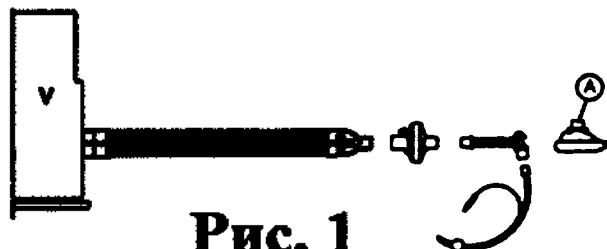

Рис. 1
g. Надувная маска (точка А на рис. 1) снабжена подушкой, регулирующей клапан давления. При необходимости присоедините к люэровскому адаптеру клапана шприц и отрегулируйте надувание подушки до нужного уровня. Отсоедините шприц и проверьте систему на герметичность.